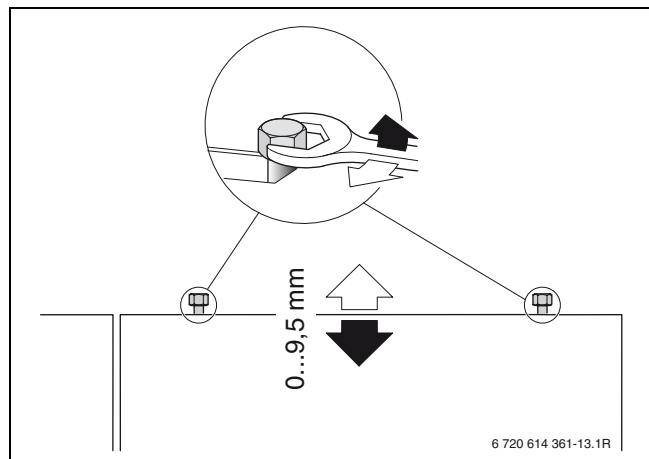

Bild 18
- Klemmverschraubungen der Kaltwasseranschluss-teile (9), (10) und (11) anziehen.
i Um Verspannungen zu vermeiden, ziehen Sie jetzt die Klemmverschraubungen (8) und (12) nur leicht an. Erst nach dem Ausrichten des Speichers (→ Bild 18 auf Seite 12) ziehen Sie die Klemmringverschraubungen nach.